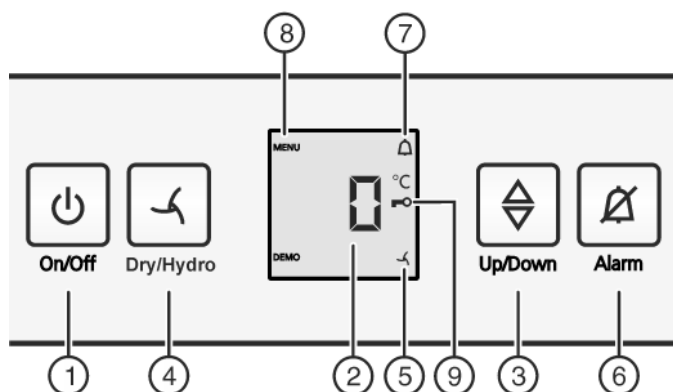

Fig. 2
- нажмите кнопку On/Off Fig. 2 (1).
- Активация режима настройки: удерживайте кнопку «Dry/Hydro» Fig. 2 (4) прибл. 6 секунд.
- ▷ Символ меню Fig. 2 (8) горит.
- Коротко нажмите кнопку Dry/Hydro Fig. 2 (4) для подтверждения.
- Для включения защиты от детей коротко нажмите кнопку Dry/Hydro Fig. 2 (4).
- ▷ Символ "Защита от детей" Fig. 2 (9) горит. На индикации мигает **c**.
- Для выключения защиты от детей коротко нажмите кнопку Dry/Hydro Fig. 2 (4).
- ▷ Символ защиты от детей Fig. 2 (9) гаснет. На индикации мигает **c**.
- Выход из режима настройки: Нажать кнопку "On/Off" Fig. 2 (1).
- Нажмите кнопку Alarm Fig. 2 (6).